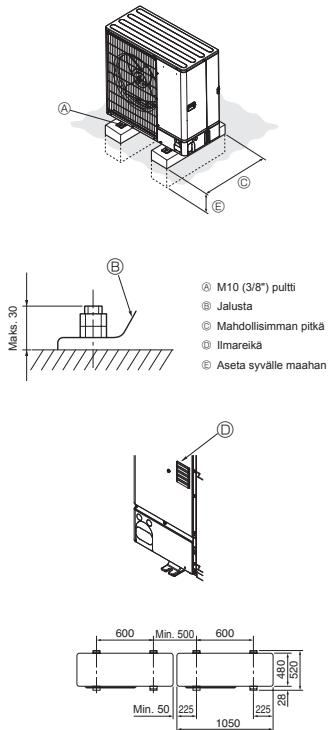

Fig. 3-1
- Asenna yksikkö tukevalle ja tasaiselle pinnalle käytönaikaisen rämisevän melun välttämiseksi. (Fig. 3-1)